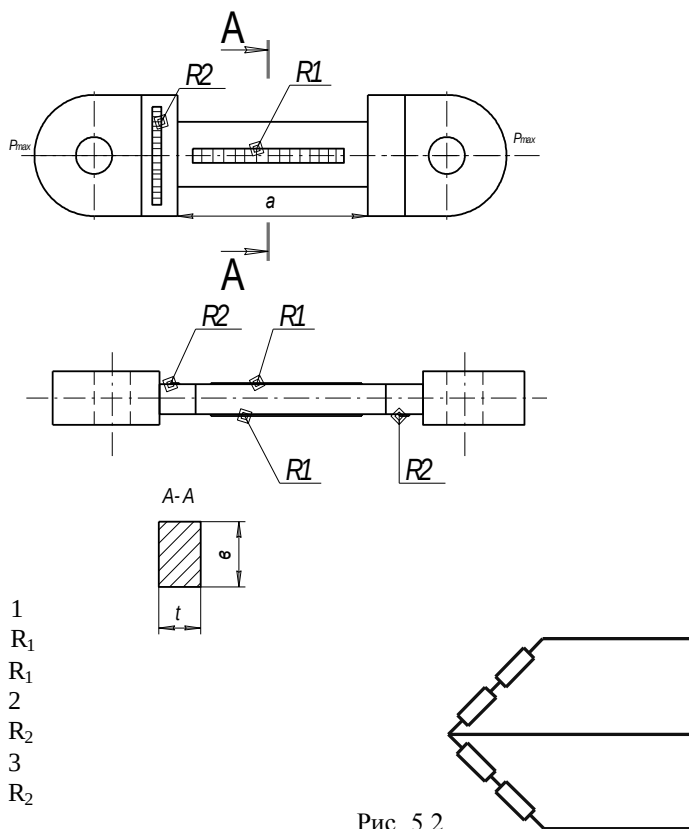

Рис. 5.2
5.3. Розрахунок тензоланки (рис. 5.2) проводять на розтяг по максимальному отриманому значенню зусилля P_{max} , враховуючи лінійні співвідношення сторін і товщини тензоланки, а також вибраного матеріалу (як правило сталі відповідної марки).